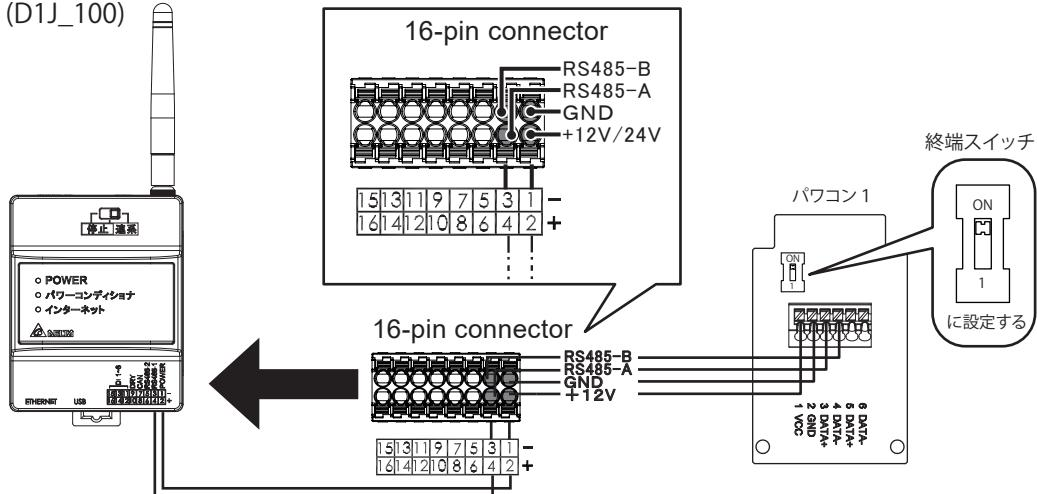

図 5-10 1台のパワーコンディショナを接続するとき
- ・パワーコンディショナを単独で設置するときには、RS-485 の終端抵抗を ON に設定してください。(図 5-10)